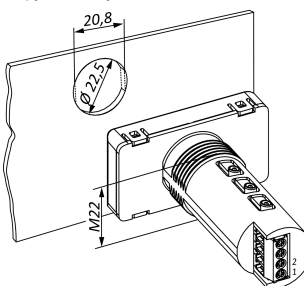

Рисунок 7.1
- подготовить в щите круглое отверстие диаметром 22,5 мм (для предотвращения прокручивания прибора отверстие можно выполнить сложной формы – см. рисунок 7.1);
- надеть на тыльную сторону передней панели прибора уплотнительную прокладку из комплекта поставки (см. рисунок 7.1);